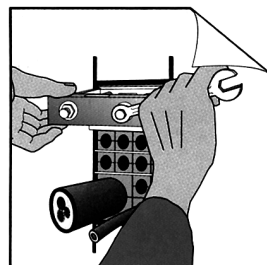

Рис.11
2. На резьбовую часть опор накрутить шпильки съемника, (Рис.11).
3. Вращая гайки съёмника по часовой стрелке вывести крайние уплотняющие вкладыши из полости рамы. Вращая шпильки съёмника против часовой стрелки, отсоединить съёмник, (Рис.11, Рис.12).